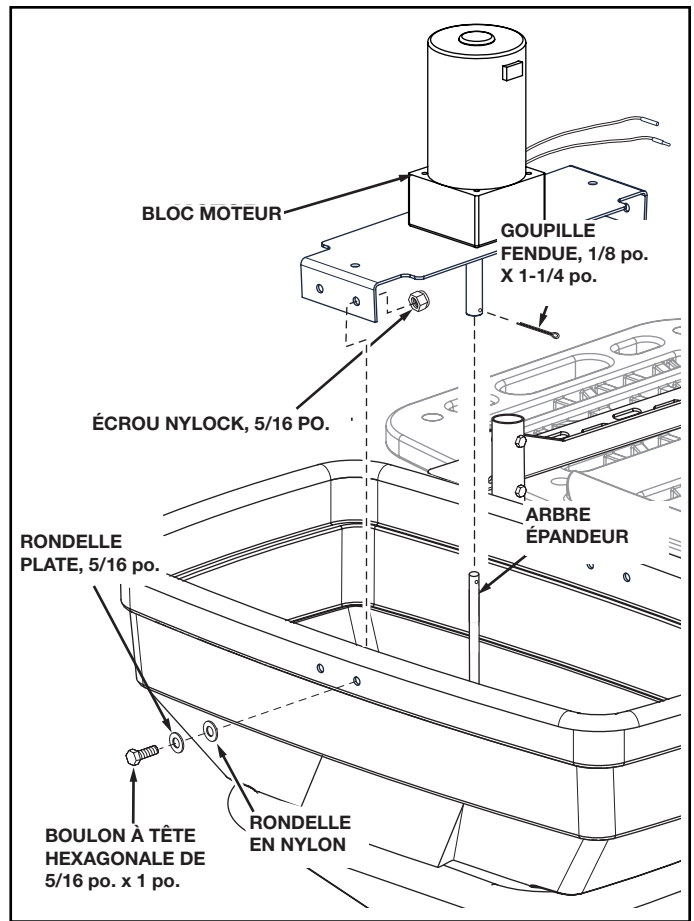

FIGURE 11
15. Placer le bloc du moteur vers le bas dans la trémie, en insérant l'extrémité de l'axe de l'épandeur dans le coupleur du distributeur. Le fixer avec une goupille fendue de 1/8 po. x 1-1/4 po., en étendant les extrémités de la goupille autour du coupleur. Voir la figure 11.
16. Fixer le support de fixation du moteur à la trémie à l'aide de quatre (4) boulons à tête hexagonale de 5/16 po. x 1 po., des rondelles plates de 5/16 po., des rondelles en nylon et des écrous nylock de 5/16 po. Voir la figure 11.